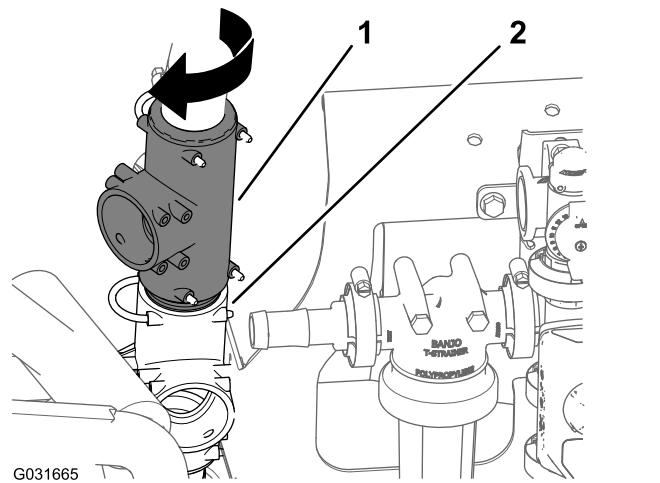

Figura 218
3. Ruotate il raccordo a T superiore di circa 45° in senso orario (Figura 218).